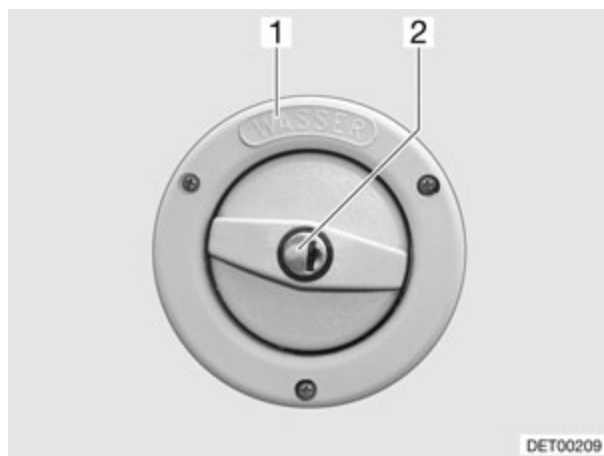

Fig. 168 Tapa de cierre del tubo de llenado de agua potable
El tubo de llenado de agua potable está identificado con el rótulo "WASSER" (agua) (Fig. 168,1). La tapa de cierre se abre y cierra con la llave para las cerraduras de trampa exteriores.
- Introducir la llave en el cilindro de cierre (Fig. 168,2) y girarla un cuarto de vuelta en sentido contrario a las agujas del reloj.
- Abrir el tubo de llenado de agua potable (Fig. 168).